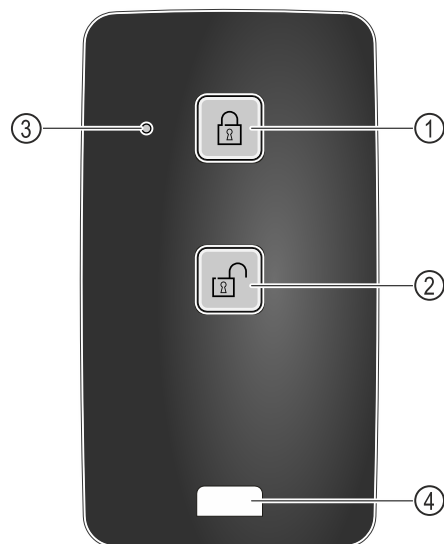

Fig. 249
- (1) Lås låsen
- (2) Lås låsen op
- (3) Status-LED
- (4) Fastgørelsesøje
- Tryk på knappen Fig. 249 (1) på fjernbetjeningen.
- Tryk på knappen Fig. 249 (2) på fjernbetjeningen.
- Status-LED'en Fig. 249 (3) giver en optisk tilbagemelding, når der trykkes på knappen.
- Øje Fig. 249 (4) til fastgørelse af fjernbetjeningen, f.eks. i et nøglebundt.